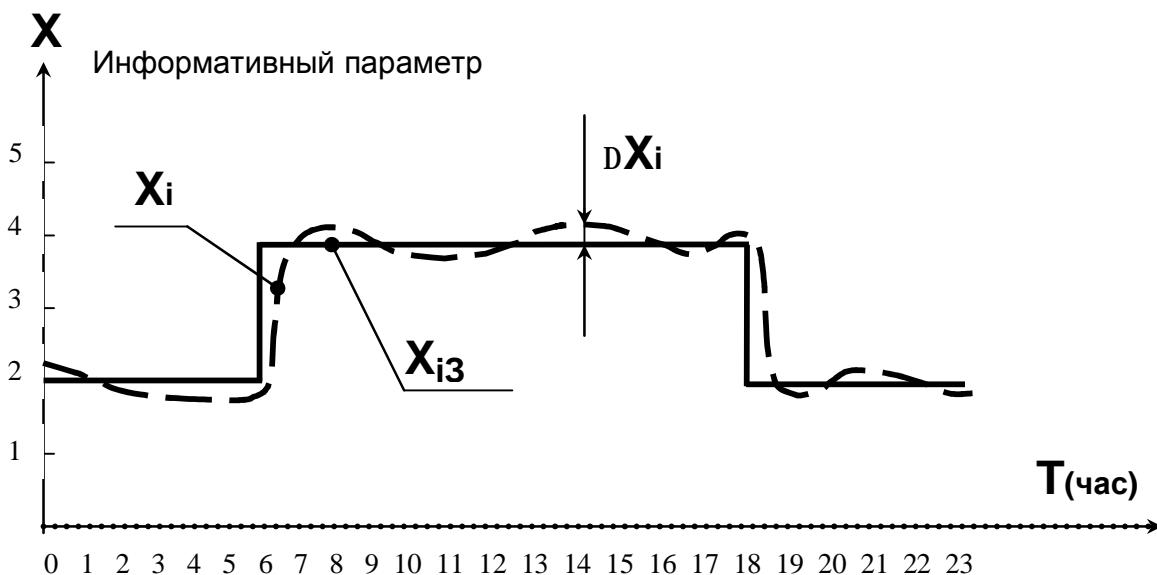

Рис. 5.5
5.7.3. На основе анализа величины  $\Delta X_i$ , равной разности реально измеренных значений  $X_i$  и заданных значений  $X_{i3}$ , формируется значение выходного сигнала  $Y_i$  управляющего регулирующим клапаном. Регулирующий клапан оказывает на объект регулирования воздействие  $Z(Y_i)$  таким образом, чтобы свести величину  $\Delta X_i$  к нулю (см. график на Рис. 5.5.)